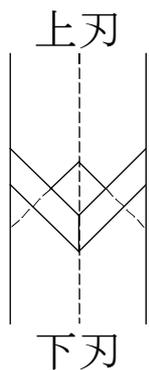

図6
- ・ 刃を取り付けた後、図6のように上刃と下刃の中心がずれていないことを確認して下さい。